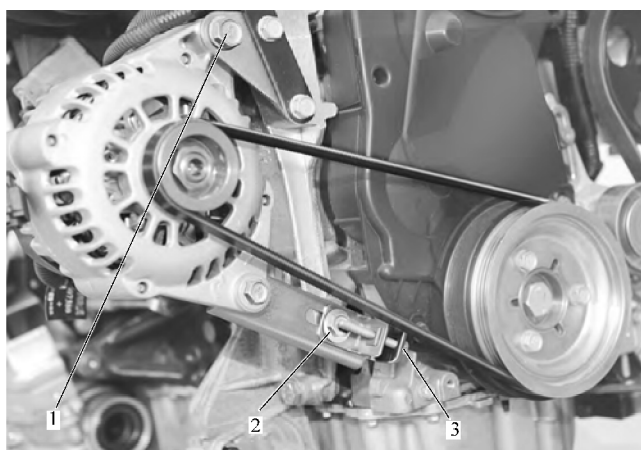

图 25-8 拆卸发电机传动带
- 6) 拧松发电机安装螺栓 1,如图 25-8 所示。
- 18) 如图 25-8 所示, 拧紧调节螺栓 3, 使传动带张力达到  $(102 \pm 3) \text{ N}$ 。